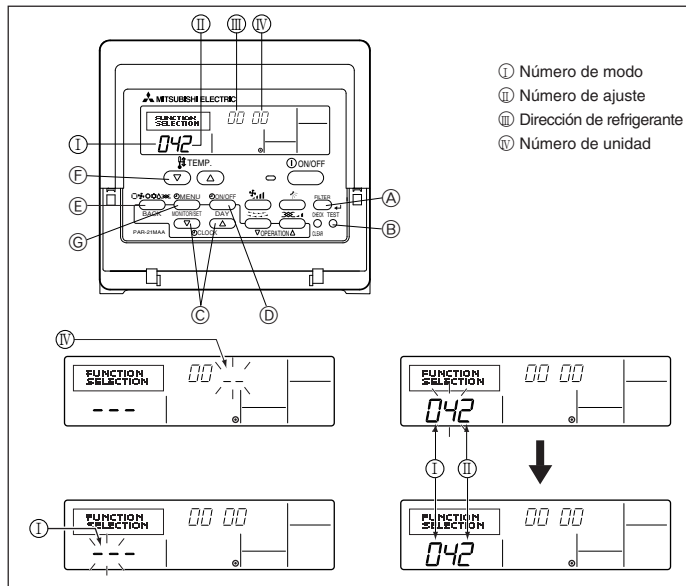

Fig. 6-6
6.3.1. Ajuste de funciones en la unidad (Fig. 6-6)